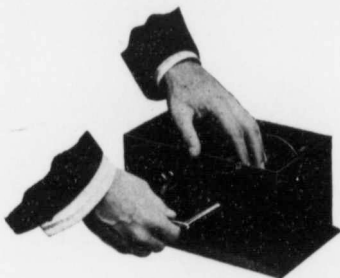

FIG. 6.
10. Enlevez le couvercle de la boîte et l'essieu "D" (fig. 6) en maintenant en place d'une main, le tablier et le papier doubleure, pour les empêcher de se dérouler.